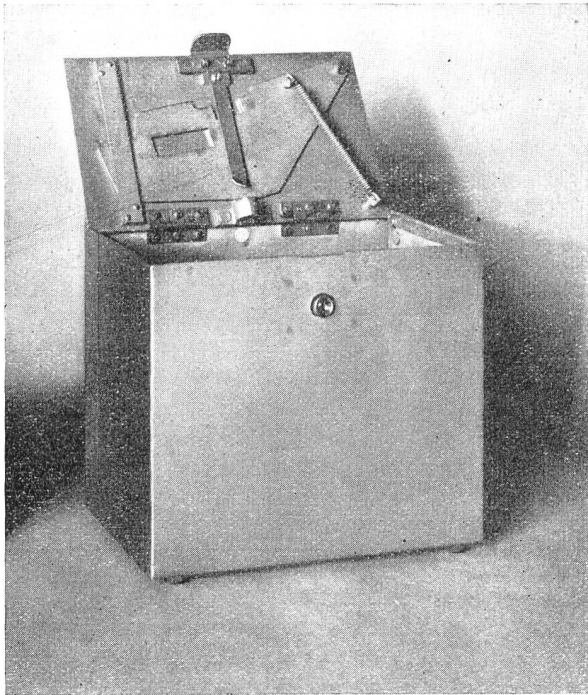

Fig. 8.
*La Caisse.* La caisse à monnaie, avec son ingénieux dispositif de fermeture, mérite d'être mentionnée d'une façon spéciale (voir fig. 8).
*Die Kasette.* Besondere Erwähnung verdient die Geld-Kasette mit ihrer sinnreichen Verschluss-Vorrichtung (Fig. 8).